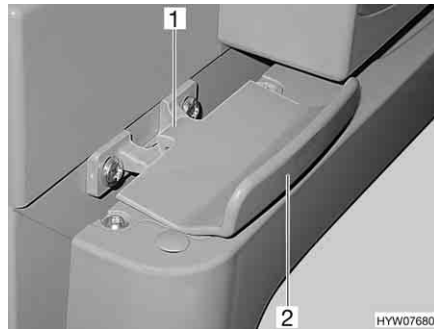

Fig. 159 Bloqueo de la puerta del frigorífico, cerrado (Thetford)
- Abrir la puerta del frigorífico con el tirador (Fig. 159,2). El bloqueo (Fig. 159,1) se abre automáticamente.